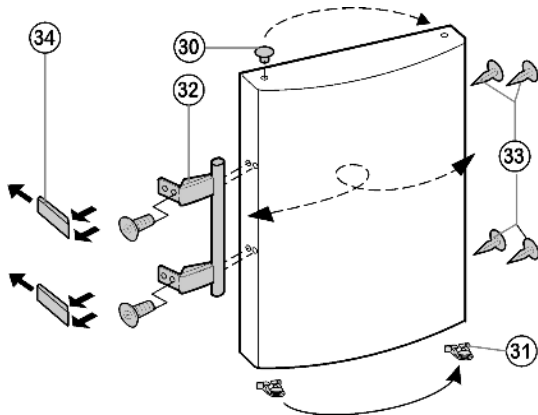

Fig. 8
- ▶ Выведите из фиксатора верхней дверцы пружинный зажим Fig. 8 (31) и переставьте его на новую сторону шарнира.
- ▶ Извлеките пробку Fig. 8 (30) из опорных втулок дверцы и переставьте.
- ▶ Снимите и переставьте на противоположную сторону дверную ручку Fig. 8 (32), пробку Fig. 8 (33) и прижимные пластины Fig. 8 (34).